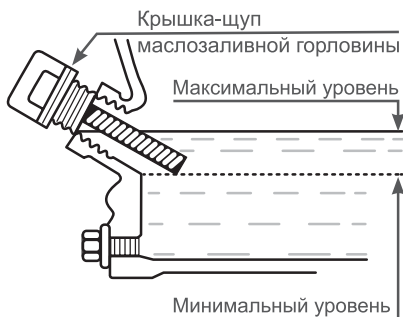

Рис. 5. Проверка уровня масла в картере
Максимальный уровень масла в картере соответствует нижней кромке заливного отверстия (Рис. 5).
- Аккуратно извлеките щуп и осмотрите его. Уровень масла должен соответствовать верхней отметке на щупе. При недостаточном уровне масла в картере необходимо долить чистое масло до верхней отметки на щупе, что соответствует нижней кромке заливного отверстия (Рис. 5).